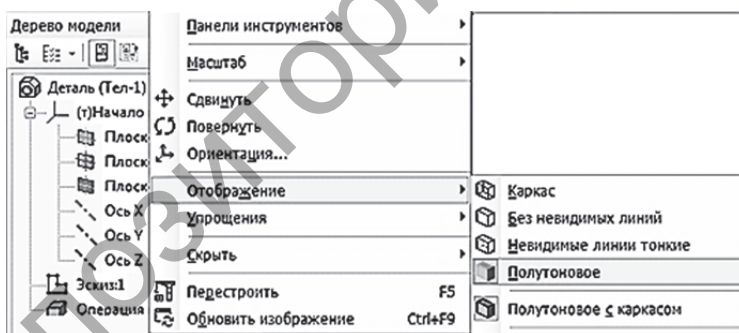

Рисунок 2.8
8. После выбора на панели «Вид→Команды→Полутоновое» мы получим нужное изображение основания втулки (рис. 2.8).